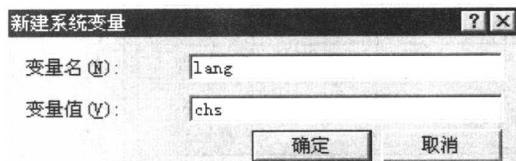

图 1.1.1 “新建系统变量”对话框
- Step5. 在如图 1.1.1 所示的“新建系统变量”对话框中，创建“变量名”为 lang、“变量值”为 chs 的系统变量。